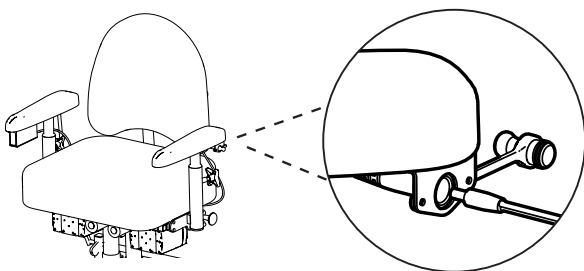

Figure 2.5. Connexion de la fiche à la prise de charge sous l'accoudeur.
1. Brancher la fiche du chargeur sur la prise de charge (voir figure 2.5). La prise de charge est normalement située à l'arrière de l'accoudeur gauche, mais elle peut aussi être située ailleurs, par exemple sous l'assise.
2. Brancher la prise mâle du chargeur (3) sur la prise murale. La LED du chargeur indique que la recharge s'effectue.